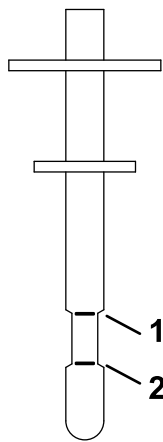

Bild 67
7. Stecken Sie den Peilstab in den Einfüllstutzen und ziehen ihn wieder heraus, um den Ölstand zu prüfen (Bild 67).